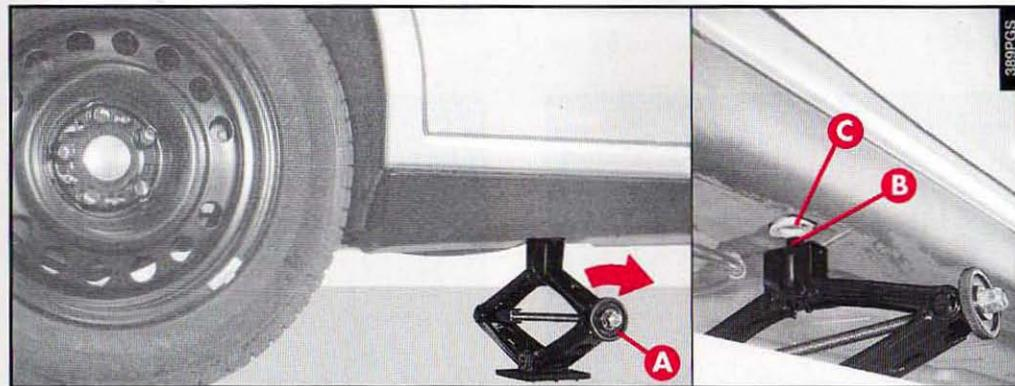

fig. 7
– Tourner à la main le bouton (**A-fig. 7**) du cric de façon le détendre jusqu'à ce que l'axe (**B**) sur la partie supérieure du cric s'engage correctement dans le siège de la coque (**C**).
— Tourner à la main le bouton (**A-fig. 7**) du cric de façon à le détendre jusqu'à ce que l'axe (**B**) sur la partie supérieure du cric s'engage correctement dans le siège de la coque (**C**).